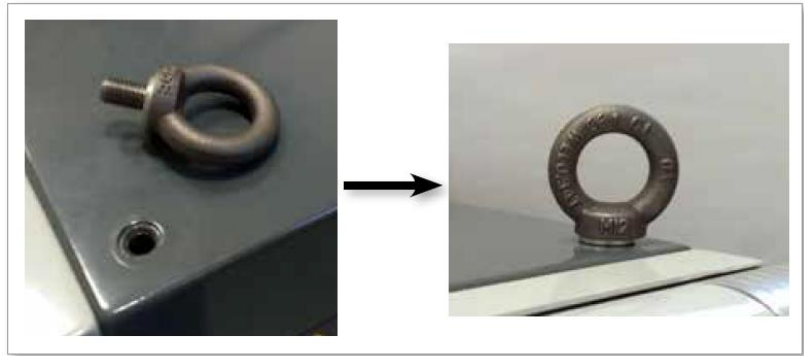

图 3-10 安装吊环螺栓和垫圈
6. 组装吊环螺栓和垫圈，并将其安装到 E-Multi 控制器顶部的孔中。见图 3-10。